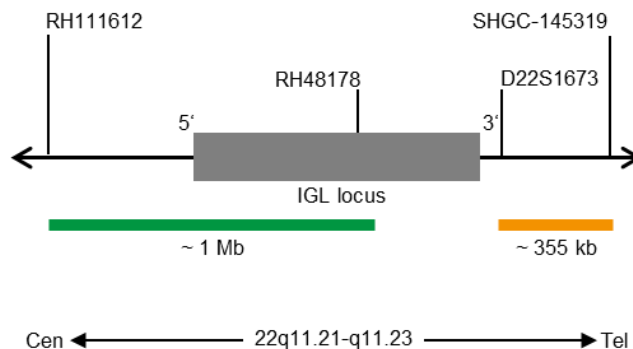

Fig. 1 : Carte de la sonde SPEC IGL (pas à l'échelle)
- Polynucléotides marqués au ZyGreen (excitation 503 nm/émission 528 nm) (~10 ng/μl), qui ciblent des séquences en 22q11.21-q11.22* (chr22:21,931,816-22,942,402) proximale de la région des points de rupture de IGL (voir figure 1).
- Polynucléotides marqués au ZyOrange (excitation 547 nm/émission 572 nm) (~4.5 ng/μl), qui ciblent des séquences en 22q11.22-q11.23* (chr22:23,324,781-23,679,042) distale de la région des points de rupture de IGL (voir figure 1).